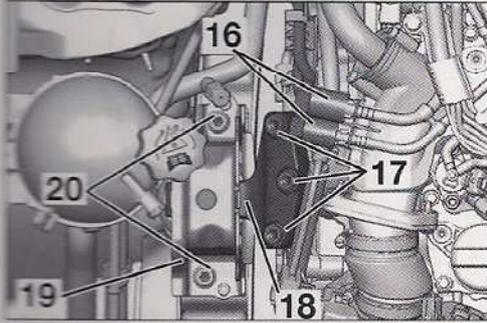

FIG. 96
- Separar los tubos de alimentación de combustible (16) (Fig.96).